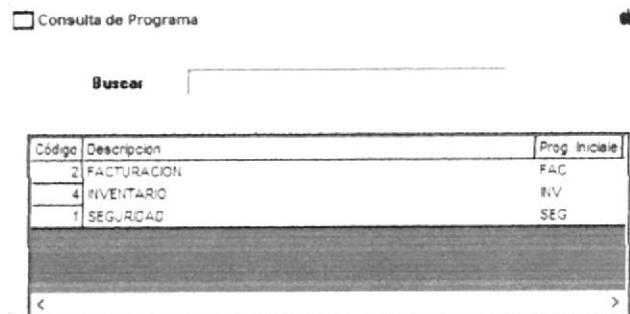

Figura 5.31 Pantalla de Consulta de Programa
1. Dar clic en el botón de Búsqueda  y aparecerá la pantalla de consulta de Programa. (Ver Figura 5.31).
2. Elija el Programa que desea modificar dando doble clic en la descripción de este en la Pantalla "Consulta de Programa" (Ver Figura 5.31) y volverá automáticamente a la pantalla anterior con todos los campos llenos.